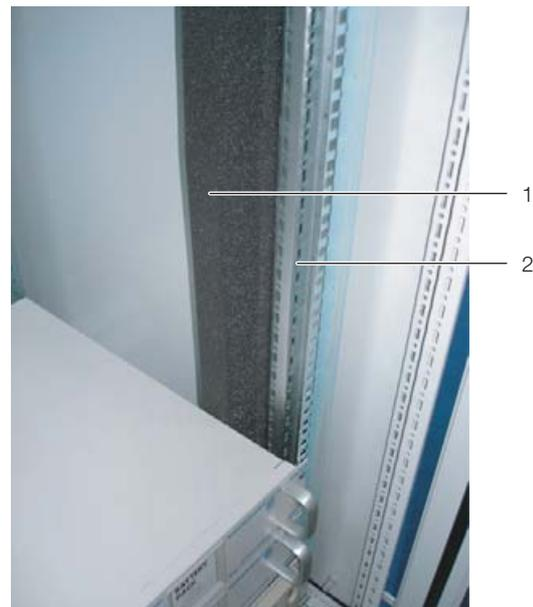

Abb. 14: Schaumstoffstreifen an einer Stütze des Serverracks
behör des LCP DX von außen an einer der vorderen Stützen des Serverracks (Abb. 14). Achten Sie darauf, dass Sie diesen Streifen auf der Seite des Serverschranks anbringen, auf der das LCP DX angereicht wird.
- **Wenn Sie das LCP DX nur an einer Seite anreihen:** Befestigen Sie den schmaleren (Best.-Nr. 3301.380 / 3301.390) der beiden Schaumstoffstreifen aus dem Zubehör des LCP DX von außen an einer der vorderen Stützen des Serverracks (Abb. 14). Achten Sie darauf, dass Sie diesen Streifen auf der Seite des Serverschranks anbringen, auf der der Schrank wieder mit einer Seitenwand verschlossen wird.